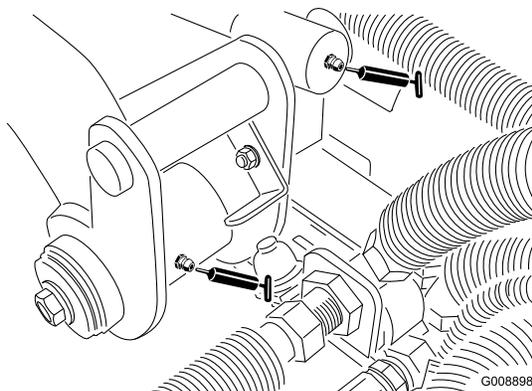

Figure 32
- Pivots de bras de levage arrière et vérin de relevage (2) (Figure 32)